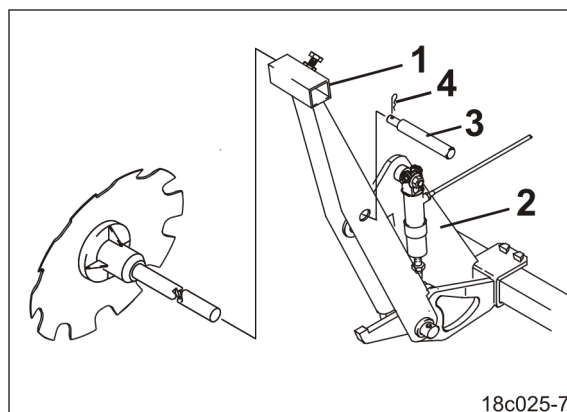

Fig. 104
- 5.1 Fixați suportul discurilor de urmă (Fig. 104/1) la suportul de transport (Fig. 104/2).
- 5.2 Asigurați bolțul (Fig. 104/3) cu un șplint (Fig. 104/4).